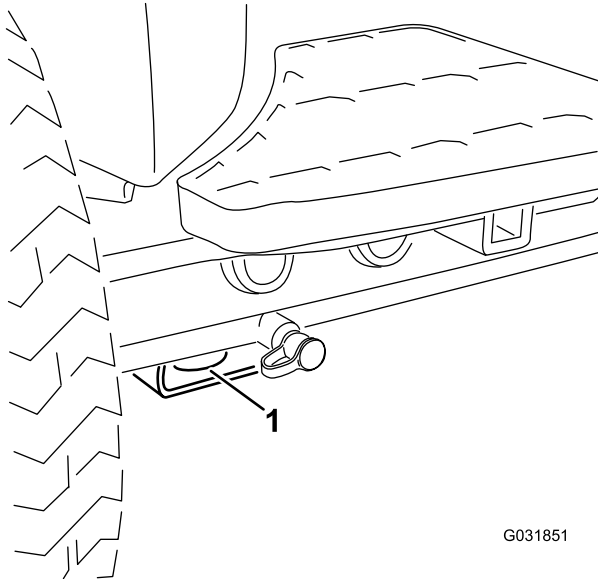

Bild 32
- Vorne: Loch im Rechteck unter dem Achsenrohr in jedem Vorderreifen (**Bild 32**)